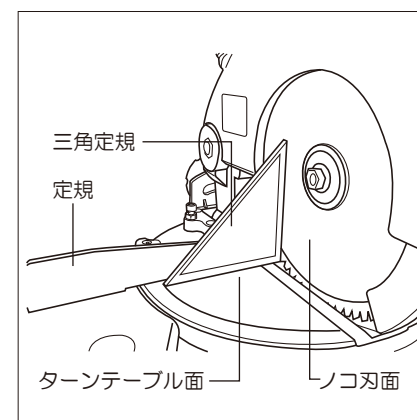

図15
- ④ターンテーブル面とノコ刃の側面に三角定規を立てて当て、ターンテーブル面とノコ刃の刃面が直角になるまで直角位置調整六角穴付ボルトを回して調整してください。(図15参照)
- ⑤直角になりましたら傾斜角度固定ノブを締めて本機を固定し、直角位置調整六角穴付ボルトのゆるみ止めナットを締め付けてください。